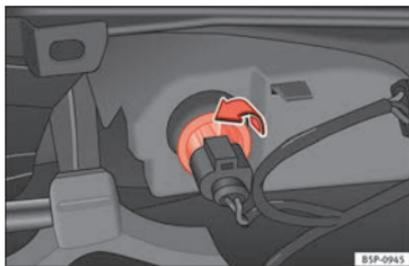

Fig. 188 Indicatore dal lato interno del paraurti.
- Girare il portalampade verso sinistra ed estrarlo seguendo il senso della freccia » **fig. 188**.